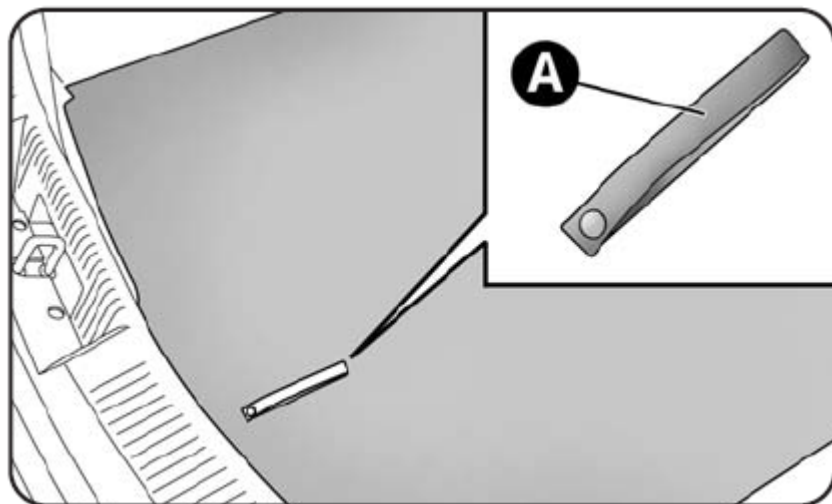

Рис. 2
- Откройте дверь багажника и язычком А – рис. 2 приподнимите коврик с пола багажника);
- открыть багажник, потянуть за язычок А – рис. 2 и приподнять коврик пола багажника;
- откройте багажник, потянуть за язычок А – рис. 2 и приподнять коврик пола багажника;